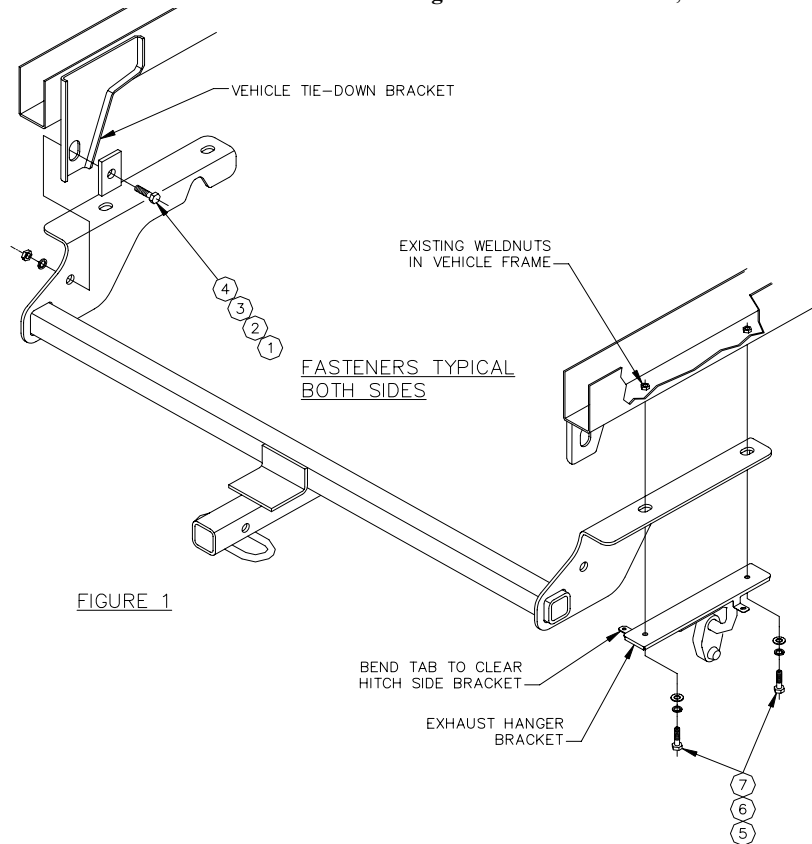

FIGURE 1
Before removing exhaust hanger brackets, bend tabs on brackets down to clear side brackets (see figure 1).
2. Raise hitch into position. Loosely install M8 x 40mm bolts, 5/16 lock washers and 5/16 flat washers, sandwiching hitch side bracket between frame rail and exhaust hanger brackets (see figure 1).
3. Install 1/2" fasteners thru hitch side brackets and vehicle tie-down brackets as shown in figure 1.
Avant d'enlever les supports de crochet de suspension du tuyau d'échappement, courber les pattes des supports vers le bas afin de ne pas buter contre les supports latéraux (voir figure 1).
2. Lever l'attelage en position. Sans serrer à fond, installer des boulons M8 x 40 mm, des rondelles freins 5/16 et des rondelles plates 5/16, en intercalant le support latéral de l'attelage entre le longeron de châssis et les supports de crochet de suspension du tuyau d'échappement (voir figure 1).
3. Installer la visserie ½ po dans les supports latéraux de l'attelage et les supports d'arrimage du véhicule, tel qu'illustré à la figure 1.